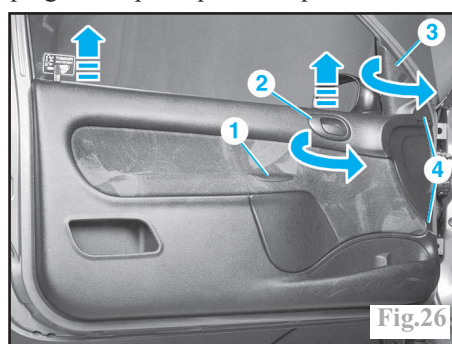

Fig.26
Suivant l'équipement, déposer la manivelle de lève-vitre par simple traction. Déposer la vis (1) (Fig.26) de fixation de poignée de porte puis la déposer.